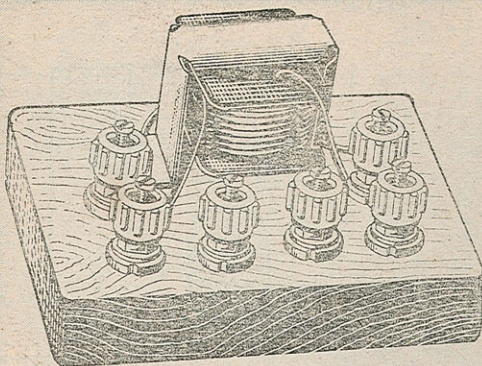

Рис. 13.
13. Токовый трансформатор (рис. 13). Железо Ш-10. Толщина пакета — 15 мм. Первичная обмотка имеет 300 витков провода ПЭ-0,14. Вторичная обмотка состоит из 3 секций (по 15 витков в каждой) провода ПЭ-0,9. Условное обозначение —  $Tr$ .